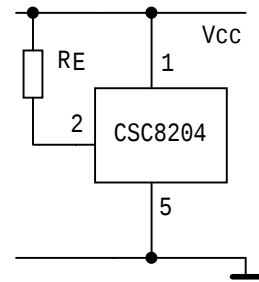

图6
(3) 2 脚接到电源时, 起振灵敏度可以提高。如图 6 所示。